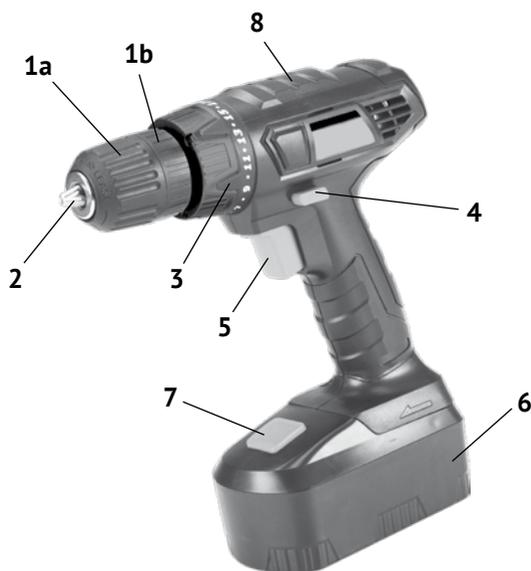

рис. 1
1.6 Общий вид дрели представлен на рис.1
1.7 Механизм дрели расположен в обрешиненном пластиковом корпусе (рис.1 поз.8), состоящем из двух частей: правой и левой. Он состоит из электродвигателя постоянного тока и редуктора с планетарным механизмом. В нижней части корпуса, выполненного в форме рукоятки, находится выключатель и разъём для присоединения аккумуляторной батареи.
1.8 Клавиша выключателя (рис.1 поз.5) расположена в передней части рукоятки. При нажатии на клавишу включается двигатель дрели. Усилие, приложенное к клавише, изменяет скорость вращения двигателя.
Над клавишей выключателя находится переключатель реверса (рис.1 поз.4), пластинчатой конструкции. В нейтральном положении он выполняет функцию блокиратора клавиши от случайного включения. Стрелки на торцах пластины, указывают направление вращения патрона.
1.9 В передней части корпуса расположено кольцо регулировки (рис.1 поз.3). Это кольцо фиксирует одну из 20-ти позиций предельного момента затяжки, при работе дрелью, как шуруповёртом, или переключает редуктор в режим сверления – символ «сверло».
Внимание! Перед установкой/извлечением аккумуляторной батареи отключить инструмент, установив переключатель направления вращения (рис.1 поз.4) в среднее положение (блокировка клавиши выключателя).
- для извлечения батареи из дрели нажать кнопку фиксации (рис.1 поз.7) аккумуляторной батареи и извлечь её из рукоятки, вытягивая вперёд (по стрелке), к патрону.
- установить переключатель направления вращения (рис.1 поз.4) в положе-
- удерживая заднюю часть патрона (рис.1 поз. б) одной рукой, другой вращать переднюю часть патрона (рис.1 поз. а) против часовой стрелки до разведения кулачков патрона (рис.1 поз.2) на расстояние, необходимое для установки рабочего инструмента;
- удерживая заднюю часть патрона (рис.1 поз. б) одной рукой, другой вращать переднюю часть патрона (рис.1 поз. а) по часовой стрелке до фиксации рабочего инструмента кулачками патрона;
- для включения дрели необходимо нажать и удерживать клавишу выключателя (рис.1 поз.5);
- в среднем положении переключатель направления вращения (рис.1 поз.4) блокирует клавишу выключателя, исключая случайное включение дрели;
2.2.5 Функции регулировочного кольца (рис.1 поз.3):
На регулировочное кольцо (рис.1 поз.3) нанесены символы: от «1» до «20» - 20 фиксированных положений предельного момента затяжки символ «— —» и символ «дрель». Выставление нужного режима работы осуществляется совмещением соответствующего символа со стрелкой на корпусе дрели (сверху).
- повернуть кольцо регулировки (рис.1 поз.3) в положение «сверло»;